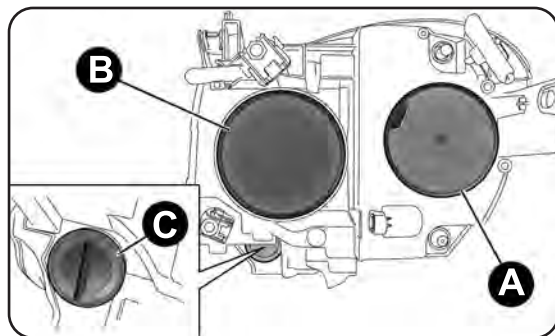
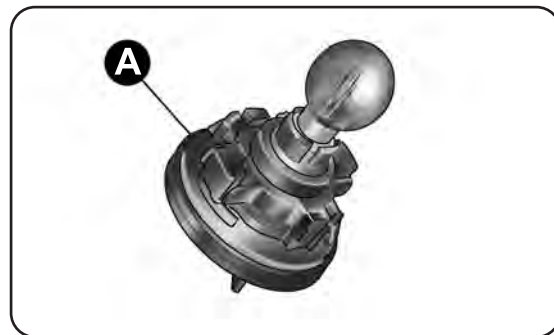

fig. 131
fig. 134
GRUPOS ÓPTICOS DELANTEROS fig. 131
- quite la tapa A-fig. 131;
- monte la tapa A-fig. 131.
- quite la tapa B-fig. 131;
- monte la tapa B-fig. 131.
Para sustituir la lámpara gire $\frac{1}{4}$ de vuelta hacia la izquierda la tapa C-fig. 131 y sustituya el grupo de lámpara + portalámpara A-fig. 134.